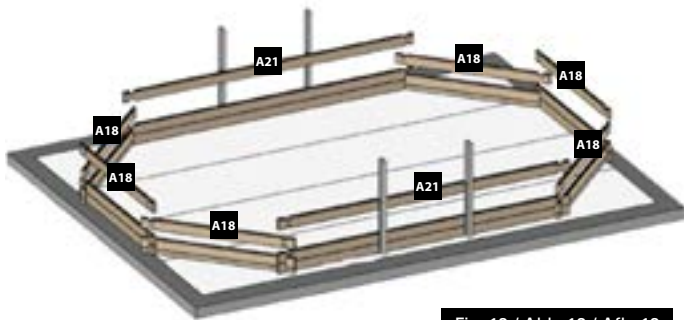

Fig. 13 / Abb. 13 / Afb. 13
**EN 3rd LAYER OF BOARDS:** Install the third layer of boards as shown in figure 13. The position of the refilling fitting with the key and the skimmer should be defined at the start of the assembly (read the specific paragraphs).
**FR 3ÈME RANGÉE MADRIERS :** Positionnez les madriers de la 3ème rangée conformément à la figure 13. Vous devez avoir déterminé l'emplacement de la buse de refoulement et du skimmer dès le début du montage (voir paragraphes spécifiques).
**DE 3. BRETTERREIHE:** Platzieren Sie die Bretter der dritten Reihe laut Abb. 13. Zu Beginn der Montage müssen Sie die Lage des Druckventils und des Skimmers festlegen (lesen Sie hierzu die entsprechenden Abschnitte).
**NL 3ª RIJ PLANKEN:** Plaats de planken van de derde rij zoals te zien is op afbeelding 13. U moet al bij aanvang van de montage bepalen op welke plaats het uitstroombondstuk en de skimmer moet komen (less de betreffende paragrafen).